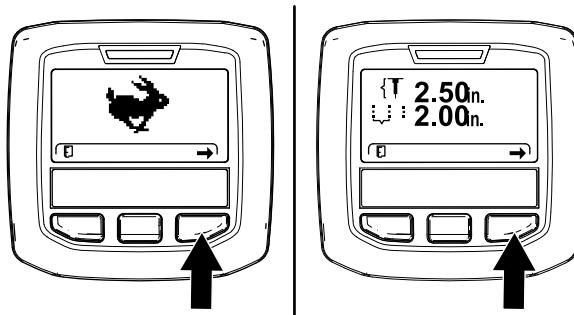
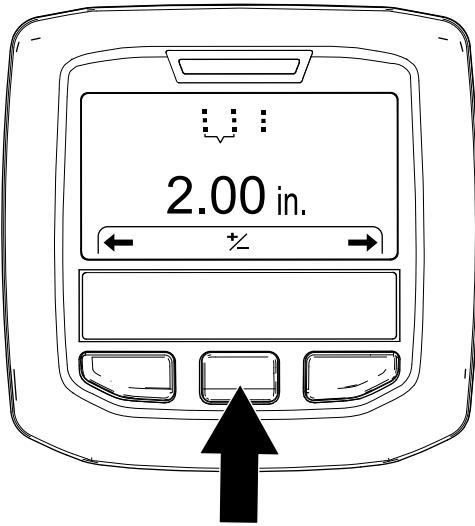

图 54
图 55
3. 按右侧 InfoCenter 信息中心按钮直至“设置打孔间距”屏幕显示 图 54和 图 55。